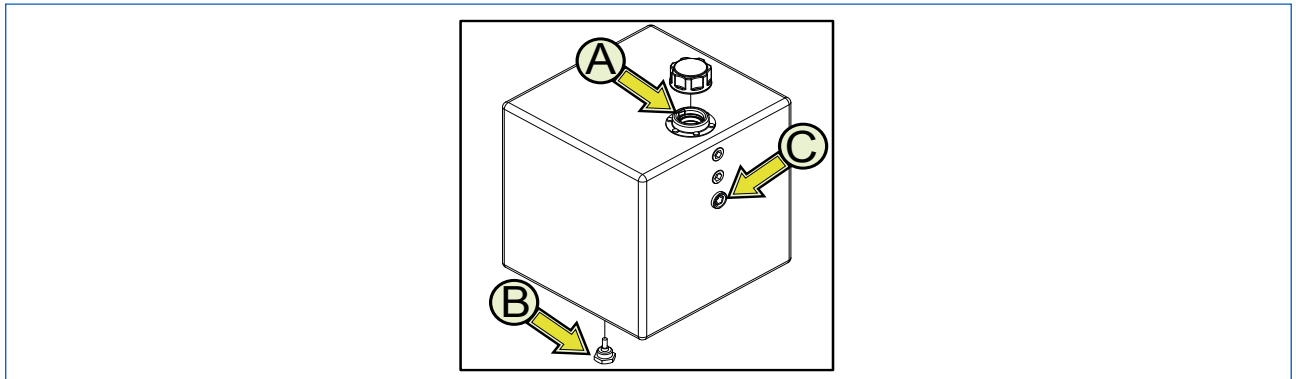

Fig. 8.2
Avant chaque utilisation, effectuer un contrôle visuel du niveau de l'huile hydraulique en regardant l'indicateur de niveau sur le réservoir (Fig. 8.2, C). Le niveau doit se trouver au centre de l'indicateur. Au besoin, faire l'appoint par le bouchon de remplissage (fig.6.5.9). (Fig. 8.2, A).
Pour la vidange, utiliser un récipient collecteur de capacité appropriée (voir la Section 3.6.1) et pour que l'huile épuisée s'écoule desserrer le bouchon de vidange (Fig. 8.2, 2) mis sous le réservoir. Refermer le bouchon de vidange et remplir le réservoir.
- rajuster le réservoir de l'huile hydraulique (Fig. 8.2, 3) et contrôler le niveau à l'aide de l'indicateur prévu à cet effet (Fig. 8.2, 1).